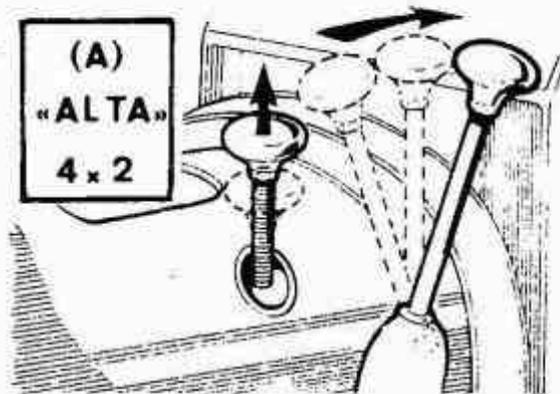
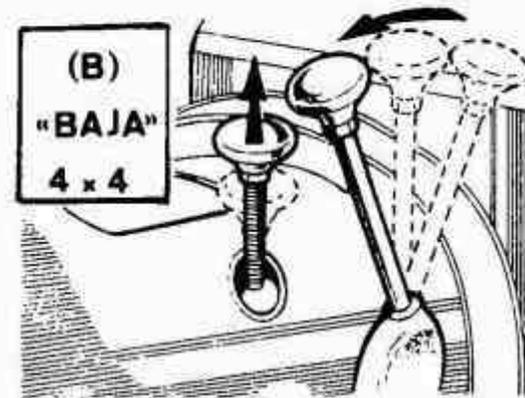
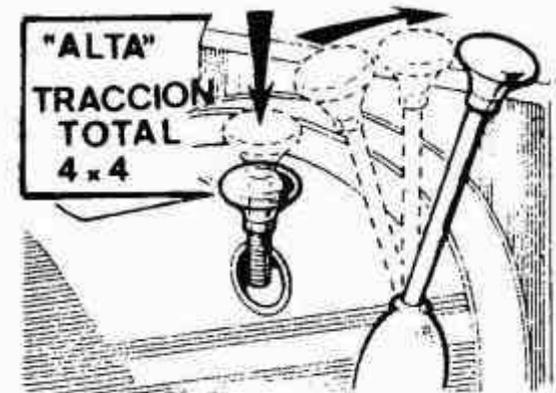

Fig. 60. Palanca en posición «Alta».
Fig. 61. Palanca en posición «Bajas».
Fig. 63. Posiciones de la palanca de doble tracción.
1. El paso de «ALTA» a «BAJA» (Fig. 61), debe ser realizado con el vehículo parado. Coloque la palanca de cambio en «punto muerto» o pise el pedal de embrague y desplace la palanca (1) a la posición indicada (trasera).
2. El paso de «BAJA» a «ALTA» (Fig. 60), debe ser realizado con el vehículo parado o casi detenido (5 a 10 Km/h). Pise el pedal de embrague, como si de un cambio normal de velocidad se tratase, y sitúe la palanca (1) en la posición indicada (delantera).
3. El paso de tracción normal (trasera) a doble tracción (tracción total) (Fig. 63), puede ser realizado en cualquier momento con independencia de la velocidad a que circule el vehículo. Para ello presione sobre la palanca (2). Para pasar nuevamente a tracción normal (trasera), seleccione la relación «BAJA» (Fig. 61) y luego la «ALTA» (Fig. 60), con lo cual quedará automáticamente seleccionada la tracción normal; situación que podrá comprobar al ver como la palanca amarilla se desplaza hacia arriba por sí sola.